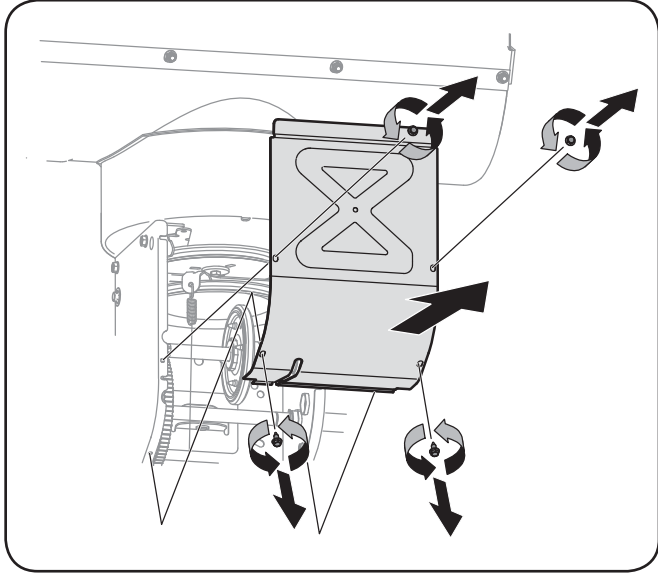

Fig. 7-4
- 3. Démontez le couvre-châssis du dessous de la souffeuse en retirant les quatre vis auto-taraudeuses qui le maintiennent en place. Voir la Fig. 7-4.
6. Démontez le couvre-châssis du dessous de la soufflouse en retirant les quatre vis auto-taradeuses qui le maintiennent en place. Voir la Fig. 7-4.